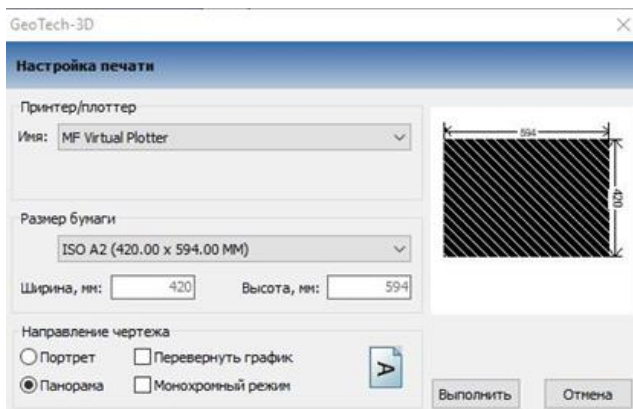

Рис. 11.3. Настройка печати
8. Установите размер бумаги. Для этого из контекстного меню выберите **Настройки печати** и установите настройки согласно рис. 11.3. Нажмите **Выполнить**.